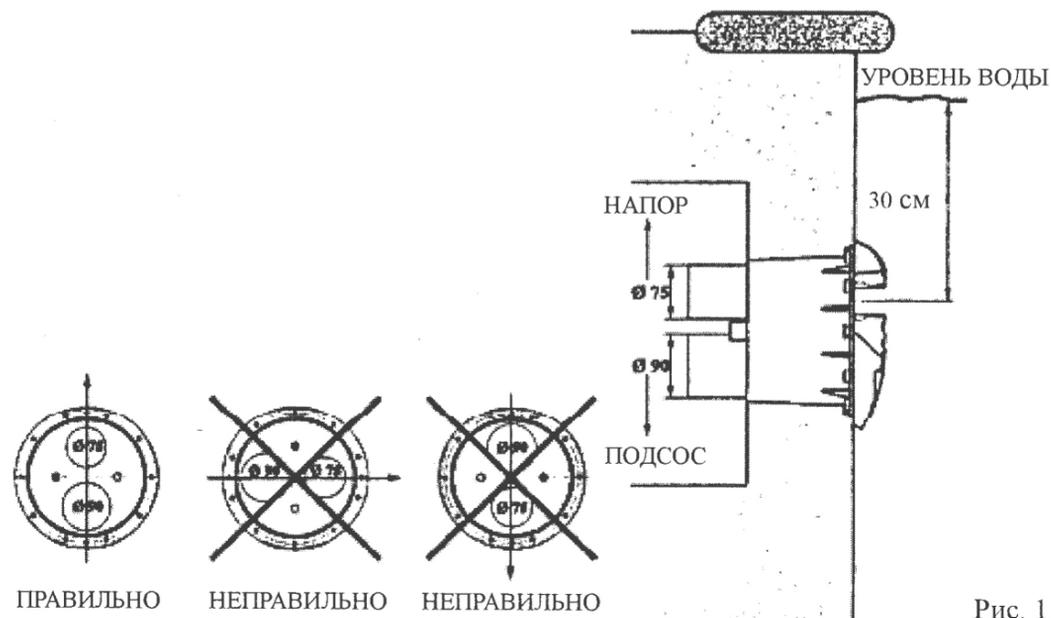
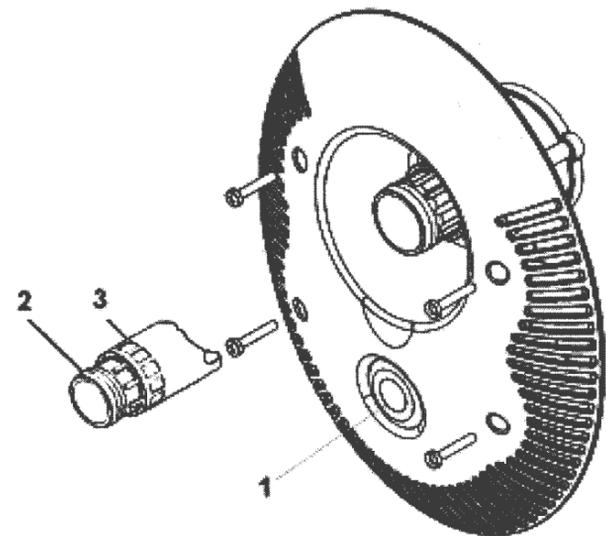
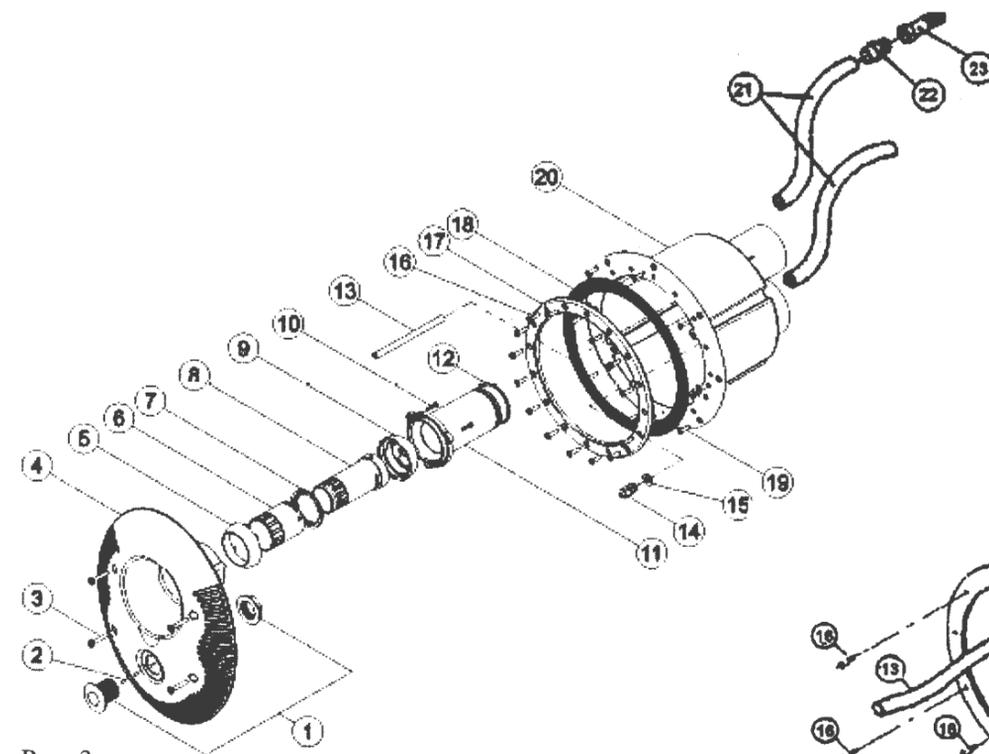
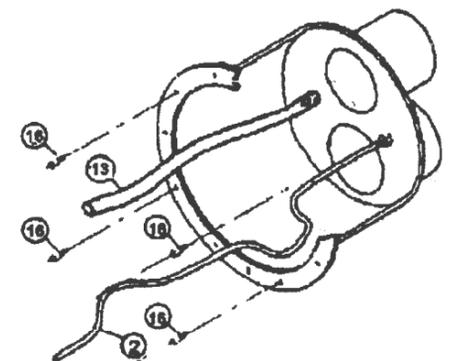

Рис. 1
Рис. 6
Рис. 3
Рис. 4
На рисунке 1 К Вашему сведению обозначено как правильно выбрать местоположение блока противотока в процессе установки. Напорное отверстие диаметром 75 мм и всасывающее отверстие диаметром 90 мм должны быть расположены так, чтобы сторона с напорным отверстием (диаметром 75 мм) была установлена выше, чем сторона с всасывающим отверстием (диаметром 90 мм) см. рисунок 1. Противоточный агрегат установите так, чтобы середина отверстия форсунки была 30 см под уровнем воды (см.рис.1). Эти указания совершенно необходимо соблюдать и согласно с ними агрегат установить, чтобы оборудование правильно работало.
Электросталляцию должен проводить специалист с соответствующей квалификацией электротехника. Напряжение электросети должно соответствовать данным, приведенным на щитке оборудования. Все металлические компоненты оборудования должны быть соединены и заземлены. Электрическая характеристика предохранительных элементов и нормативы должны соответствовать требованиям для мотора, который подключается через предохранительный элемент в соответствии с условиями эксплуатации. Необходимо соблюдать все приведенные изготовителем инструкции (см. обозначение на щитке). При установке трёхфазного мотора, подключение на клеммы обмотки мотора должно быть проведено звездой. Все входящие и выходящие кабели из распределительной коробки должны проходить через проходные изоляторы, которые предотвращают проникновение влаги и грязи в распределительную коробку. Подключение кабелей должно проводиться посредством клемм. Панель электропневматического включения должен быть установлен на сухом месте, над уровнем воды и на расстоянии не более 7 м от пневматического выключателя на передней стороне блока противотока. Пневматическая трубка (поз. 2 на рис. 3) предназначена для подсоединения к электропневматическому выключателю на электропневматическом распределителе. Нужно тщательно проверить целостность и ровность трубки.
На блок противотока (поз. 20 рис. 3) приклеить шланг (поз. 21 рис. 3) и поместить в технологическое пространство (колодец). Концы шлангов закройте от попадания бетона. Блок противотока поз. 20 рис. 3 установите как показано на рис. 2а, в отверстие в бетоне или бетонной стене, или в опалубке для бетона без фланца и прокладки. Как только блок прикреплен к стене, проводите мероприятия в соответствии с п.4 инструкции и установите пневмовод и воздуховод.
Прокладку (поз. 18 на рис. 3) плотно прижмите к блоку противотока (поз. 20 на рис. 3) с помощью 2 винтов (поз. 19 на рис. 3), при этом пленка должна находиться между двумя прокладками (рис. 2b). Наконец установить фланец (поз. 17 на рис. 3) и затянуть винты (поз. 16 на рис. 3), и только после этого можно вырезать отверстие в пленке на внутренней стороне фланца.
На стене бассейна подготовить отверстие диаметром 270 мм так, чтобы центр форсунки был 30 см под уровнем воды, как описывается в п. 2 и на рис. 1. Блок противотока поз. 20 рис. 3 установить с внутренней стороны бассейна в подготовленное отверстие. Блок прикрепите с помощью 8 самонарезных винтов поз. 19 рис. 3 на стену бассейна, как показано на рис. 2с.
Прокладку (поз. 18 на рис. 3) плотно прижмите к блоку противотока (поз. 20 на рис. 3) с помощью 2 винтов (поз. 19 на рис. 3) после установки пленки прикрепить фланец (поз. 17 на рис. 3) и затянуть винты (поз. 16 на рис. 3), только потом можно вырезать отверстие в пленке на внутренней стороне фланца.
На стене бассейна вырезать отверстие диаметром 230 мм так, чтобы центр форсунки был 30 см под уровнем воды, как описывается в п. 2 и на рис. 1.
Прокладку (поз. 18 на рис. 3) наклейте внаружи на стену бассейна и по этой шаблоне подготовьте отверстия для 16 винтов фланца (поз. 16 рис. 3).
Блок противотока (поз. 20 рис. 3) установите на бассейн снаружи и фланец (поз. 17 на рис. 3) прикрепите винтами (поз. 16 на рис. 3) с внутренней стороны, как показано на рис. 2d.
Как только противоток смонтирован в соответствии со всеми требованиями инструкции, становится ваш бассейн местом отдыха и развлечения благодаря радости и удовольствию, предоставляемому струями воды и пузырьками воздуха, которые создаёт наш агрегат. Находясь в бассейне, можно включать противоток нажатием пневматического выключателя (поз. 1 на рис. 6). Противоток можно установить для подачи струи воды или смеси воды с воздухом в зависимости от выбранной позиции передних форсунок (см. рис. 6). Только струя воды: Максимальный проток воды подается при повороте внутренней форсунки (поз. 2 на рис. 6) влево. Поворотом форсунки вправо сила давления воды снижается. Поток воды с воздухом: Для регуляции подачи воздуха поворачивайте внешнюю форсунку (поз. 3 рис. 6).
На шланг подачи воздуха наклеить переход (поз. 22 рис. 3) и установить обратный клапан (поз. 23 рис. 3). Важно установить обратный клапан на стену технологического колодца так, чтобы был исключен подсос нечистот (см. рис. 6). Как последнюю прикрепите гибкую трубку (поз. 13 рис. 3) вжатием на форсунку блока противотока (см.рис. 4).
Это подсоединение состоит из шланга (поз. 21 рис. 3), который служит для защиты трубочки пневматического выключения. Трубочку пневматического выключения всуньте в защитный шланг (шланг поз. 21 рис. 3) и протяните ее конец через отверстие к блоку противотока (поз. 21 рис. 3) и закрепите изолятором (поз. 14). Конец трубочки (поз. 2 на рис. 3) будет подключен к пневматическому выключателю (поз. 1 на рис. 3), расположенном на передней стороне блока противотока.
Комплектная передняя крышка поставляется в собранном состоянии и складывается из компонентов №1 - 12 (см. рис. 3). Исключение составляет прозрачная пневматическая трубка (поз. 2), которая уже установлена на блоке противотока (см. рис. 4).
- Подключить трубочку поз. 2, насадить на стержень пневматической кнопки (поз. 1 на рис. 3).
- Подтянуть четыре винта (поз. 3 на рис. 3). После этого передняя крышка готова для пользования.